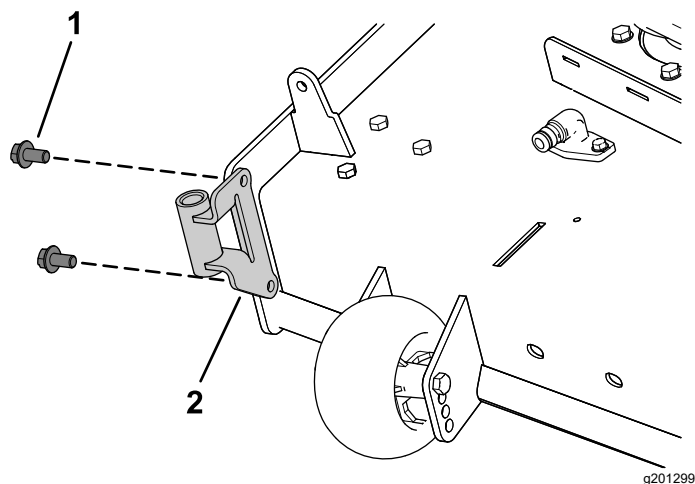

Figure 7
1. Fixez le support de ventilateur sur le plateau de coupe à l'aide de 2 vis à embase à tête hexagonale ( $\frac{3}{8}$ " x  $\frac{3}{4}$ "), comme montré à la Figure 7.